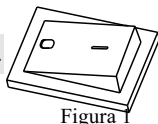

Figura 1
1. Conecte o cabo de alimentação à tomada elétrica e certifique-se de que a chave I/O (ON/OFF) esteja na posição O (OFF). (Consulte a Figura 1)